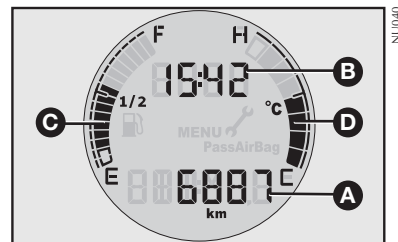

fig. 29
INFORMAÇÕES NO DISPLAY - fig. 29
- Relógio (**B-fig. 29**).
- Hodômetro total (**A-fig. 29**).
- Indicação do nível de combustível (**C-fig. 29**).
- Indicação da temperatura do líquido de arrefecimento do motor - **D-fig. 29**.